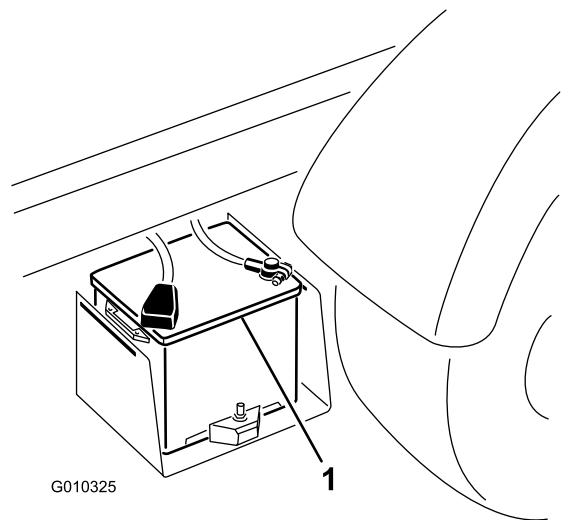

Рисунок 53
2. Подключите соединительный кабель между положительными штырями двух аккумуляторов (Рисунок 53). Положительный штырь может быть распознан по знаку + на верхней стороне крышки аккумулятора.